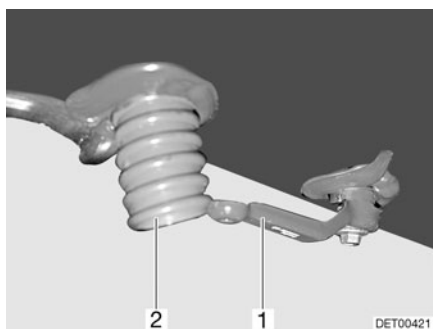

Fig. 143 Conexión de salida de aguas residuales y llave de desagüe
- Colocar un recipiente colector apropiado debajo de la conexión de salida de aguas residuales (Fig. 143,2) o colocar el vehículo con la conexión de salida de aguas residuales sobre una instalación de evacuación especialmente diseñada para ello.
- Abrir la llave de desagüe (Fig. 143,1). Se vacía las aguas residuales.